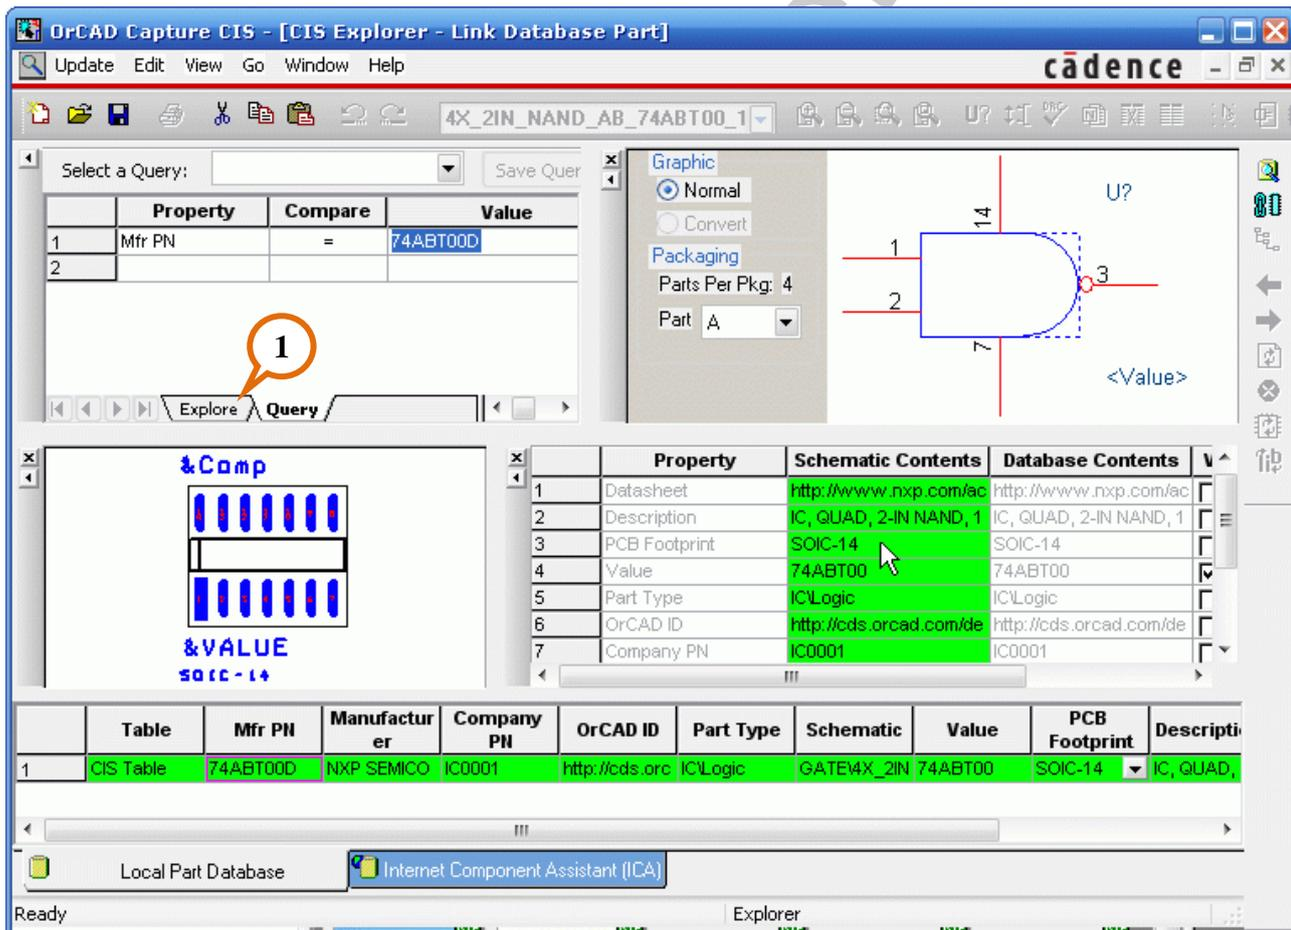

рис. 11-52
Откроеется окно CIS Explorer. Если текущий компонент найден в базе, его параметры будут выведены на экран так же, как и по команде **View Database Part** (рис. 11-52).
Чтобы заменить компонент, перейдите во вкладку **Explore** (рис. 11-52, ①).